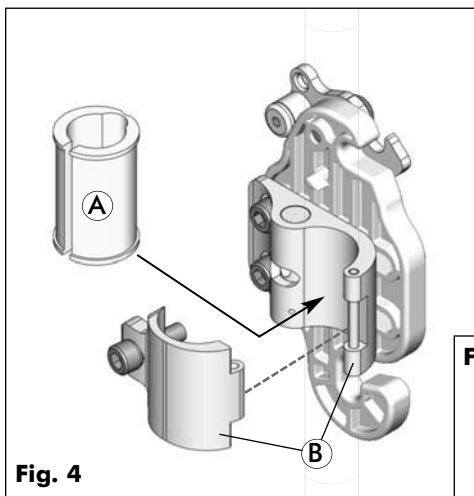

Fig. 4
- 2 Instale holgadamente el conjunto de abrazadera de montante (B) en cada montante del respaldo en la orientación deseada; consulte la Fig. 4 y la Fig. 5 para ver una descripción general de la instalación.